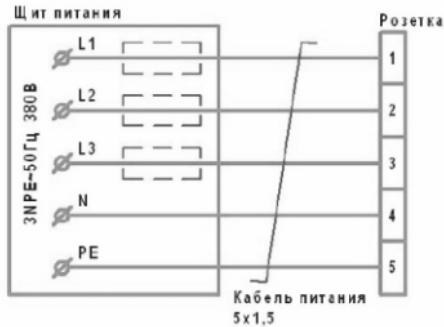

Рис. 3 Схема подключения розетки к стационарной сети
6.3 Для защиты электропроводки от перегрузок подключение к стационарной электросети осуществляется через автоматический выключатель номиналом 16 А. Кабель питания и сетевую розетку подключить в соответствии со схемой подключения (см. рис. 3 Приложения). Сечение жил кабеля питания должно быть не менее 1,5 мм² (для медной жилы).